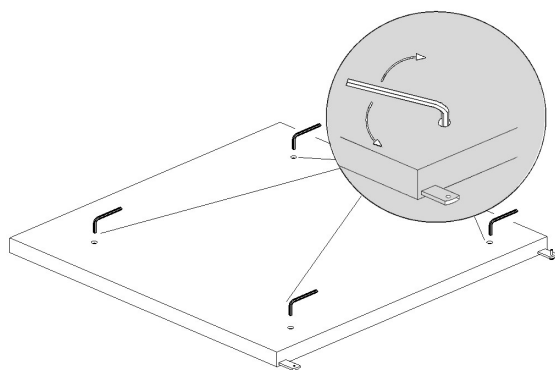

Abb. 2
- Stellen Sie das **Bodenpaneel** auf dem Boden. Berücksichtigen, dass das Gerät rückwärts leicht geneigt bleiben soll, um den Verschluss der Türen zu erleichtern und ein guten Betrieb zu versichern. Die kleinen Höhenunterschiede können durch die Einstellung der Füße (Abb.2) ausgeglichen werden;